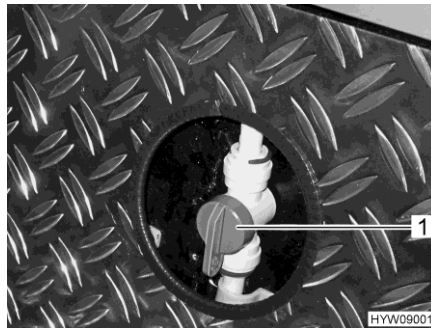

Fig. 172 Valvole di mandata (riscaldamento garage di coda)
- Collocare la maniglia (Fig. 172,1) sulla valvola di mandata per il riscaldamento garage di coda in posizione parallela rispetto alla tubatura del riscaldamento. Il riscaldamento garage di coda sarà al massimo.
- Collocare la maniglia (Fig. 172,1) sulla valvola di mandata per il riscaldamento garage di coda nella posizione desiderata. In questo modo la distribuzione dell'acqua calda verso il garage di coda può essere regolata in modo continuo.
- Collocare la maniglia (Fig. 172,1) sulla valvola di mandata per il riscaldamento garage di coda trasversalmente rispetto alla tubatura del riscaldamento. Il riscaldamento garage di coda viene quindi spento.